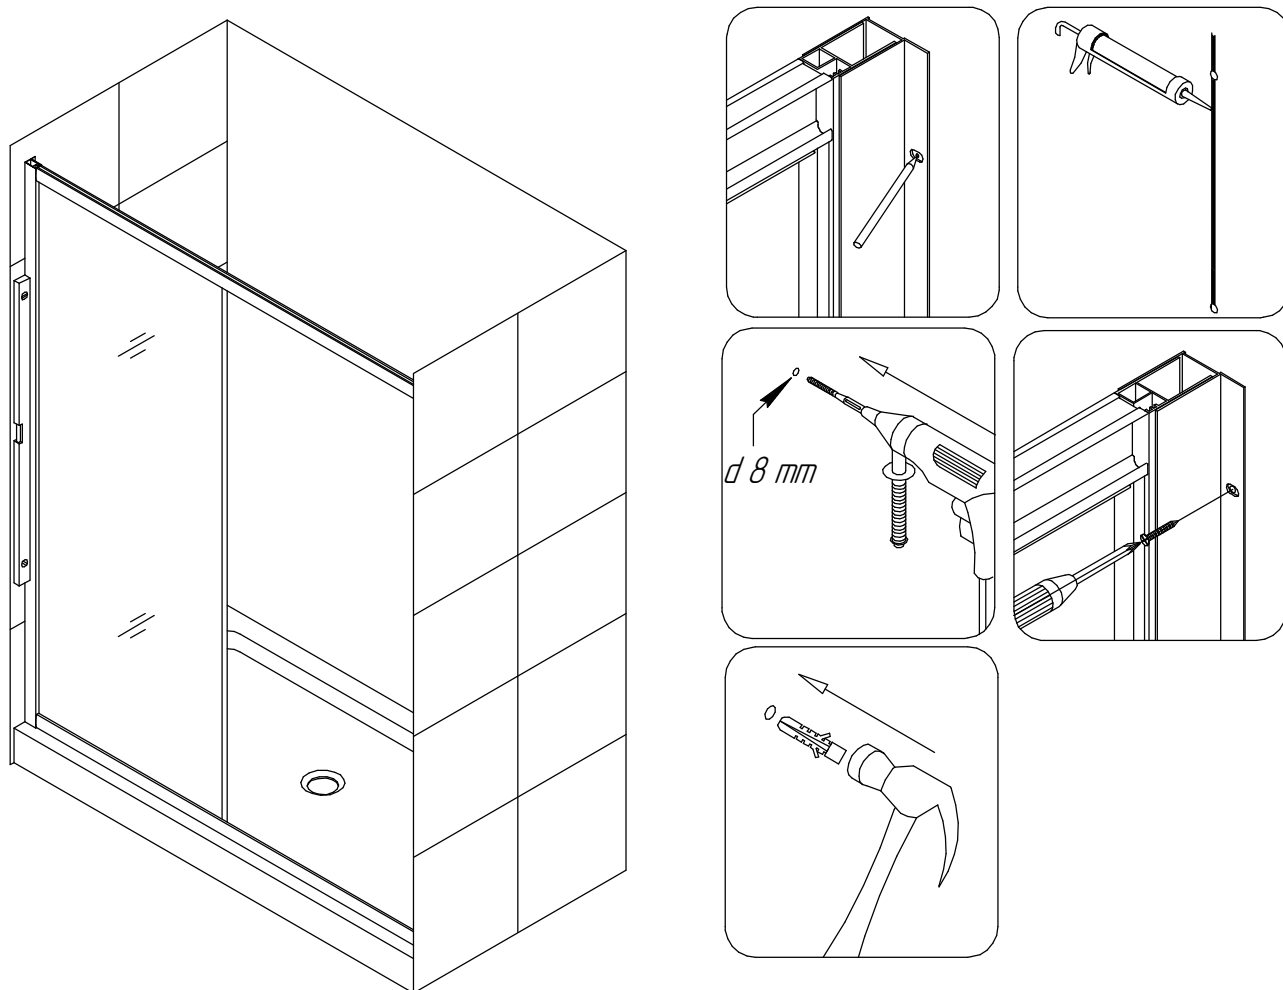

Рис.5
3. Прислоните собранную конструкцию к стене где будет установлена душевая дверь, при необходимости, выдвиньте пристенный профиль и отметьте положение отверстия на стене в пристенном профиле (2). Просверлите отверстия, вставьте дюбель (14), затем нанесите герметик на профиль и используйте большие винты с плоской головкой st4. 2×40 (9), зафиксируйте к стене профиль (2) (Рис.5).